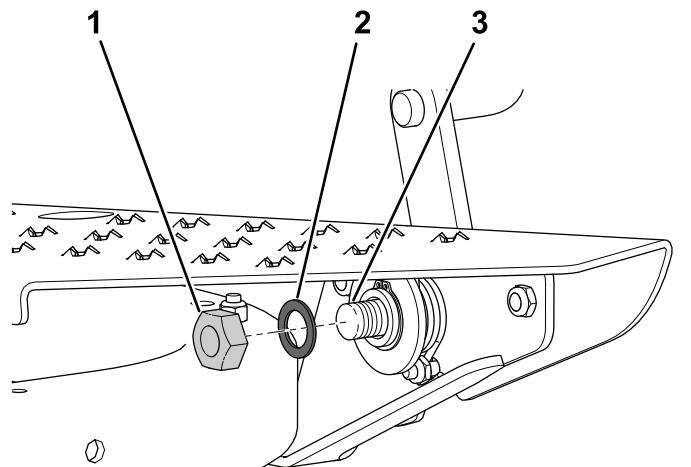

Bild 21
9. Befestigen Sie das Feststellpedal mit einer Flachscheibe ($\frac{5}{8}$ " x 1") und einer Sicherungsmutter ($\frac{5}{8}$ ") an der Fußplattform und der Nabe, siehe **Bild 21**.